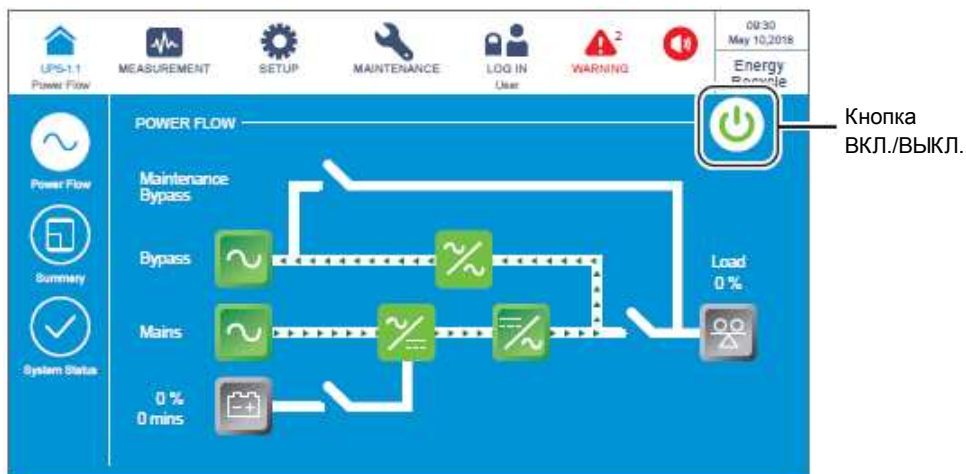

Рисунок 6-67: Экран режима повторного использования электроэнергии и расположение кнопки ВКЛ./ВЫКЛ.
- 1 В режиме повторного использования электроэнергии на ЖК-дисплее отображается следующий экран (**Рисунок 6-67**), а трехцветный светодиодный индикатор горит желтым. Расположение трехцветного светодиодного индикатора см. на **Рисунке 2-12**.